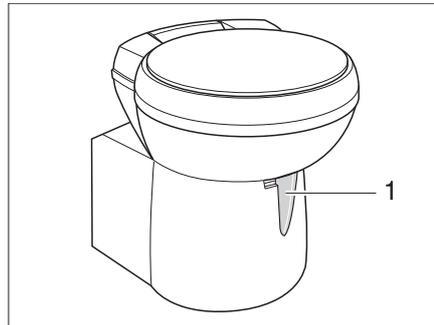

Bild 267 Thetford-Toilettenschüssel, schwenkbar
- Vor dem Spülen den Schieber der Thetford-Toilette öffnen. Dazu den Schieberhebel (Bild 267,1) entgegen dem Uhrzeigersinn schieben.